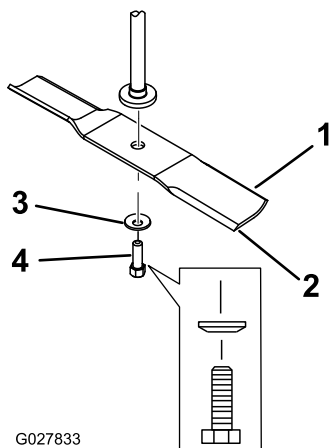

Рисунок 62
2. Отверните болт ножа, снимите изогнутую шайбу и нож с вала шпинделя (Рисунок 62).
1. Установите нож на шпindel (Рисунок 62).
2. Установите изогнутую шайбу (чашеобразной стороной в сторону ножа) и болт ножа (Рисунок 62).